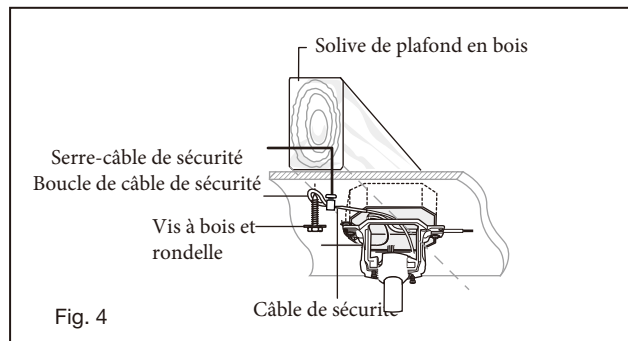

Fig. 4
- REMARQUE : La languette située à l'opposé de l'ouverture du support de fixation doit s'insérer dans la fente de la rotule. (Fig. 4)
- 2 Connectez les fils noirs du commutateur dans le berceau A aux fils noirs dans le boîtier de commutation. Fil d'entrée chaud vers l'un des fils du commutateur du socle. Le fil d'alimentation du ventilateur est connecté au fil de l'interrupteur restant. (Fig. 4)